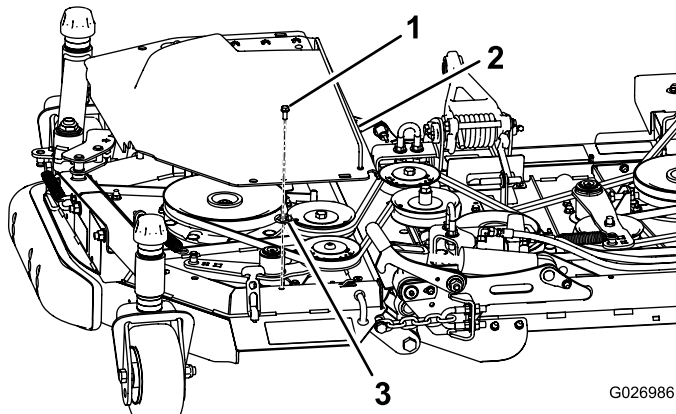

Bild 13
5. Befestigen Sie eine Schraube und Steckmutter an der linken Kunststoffabdeckung (Bild 13).